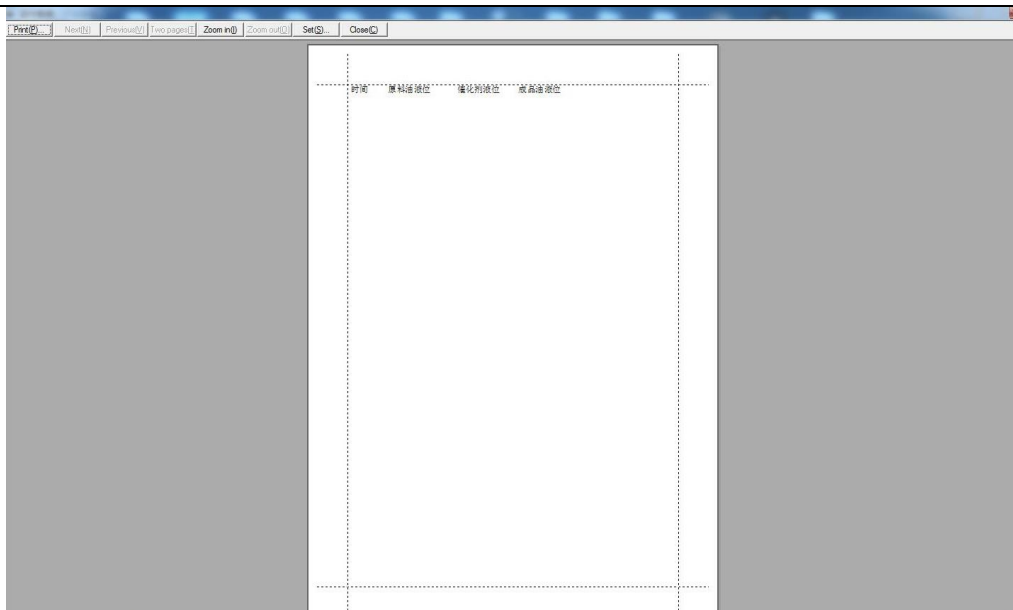

图 8-12
- 4、当系统处于运行状态时，页面设置完毕后，单击此按钮，系统会自动隐藏组态王的开发系统和运行系统窗口，并进入打印预览窗口，如图 8-12 所示。